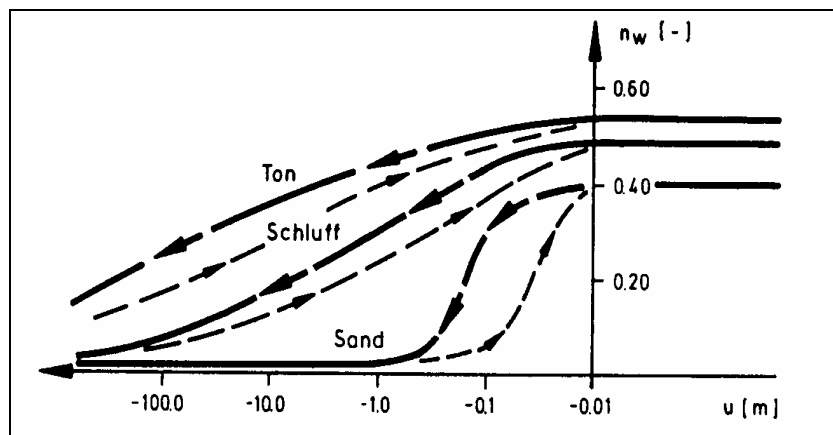

Abbildung 1 Funktionsverlauf  $n_w = f(u)$
- Über den Menüeintrag **"Zeit-Rand / Bodenkennwerte"** können Sie Ihre Bodenkennwerte, die Sie in **GGU-2D-SSFLOW** definiert haben, abfragen. Zusätzlich wird die Liste durch die Angabe des spezifischen Speicherkoeffizienten erweitert. Im Falle eines vertikal ebenen Systems können Sie durch Anklicken des Feldes **"nw = f(u)"** je nach Bodenart Ihre spezifische Bodenkennlinie (vgl. Abbildung 1 in Abschnitt 7.2.3) über Aufpunkte definieren.
Zusätzlich können Sie den  $n_w$ -Wert angeben. Der  $n_w$ -Wert gibt den Anteil des Wasservolumens bezogen auf das Gesamtvolumen an. Er ist eine dimensionslose Größe und abhängig vom Porenwasserdruck  $u$ . Typische Verläufe von Funktionskurven verschiedener Bodenarten zeigt Abbildung 1: